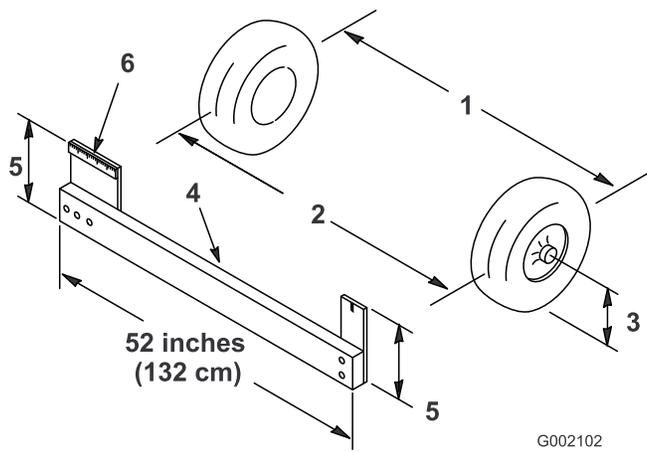

Figura 15
1. Misurate la distanza tra i pneumatici anteriori all'altezza dell'assale, davanti e dietro le ruote anteriori (Figura 15). Per rilevare la misura posteriore dei pneumatici anteriori all'altezza dell'assale occorre un attrezzo o un calibro di allineamento; usate lo stesso attrezzo, o calibro di allineamento, per rilevare con precisione la misura anteriore dei pneumatici anteriori all'altezza dell'assale (Figura 15).